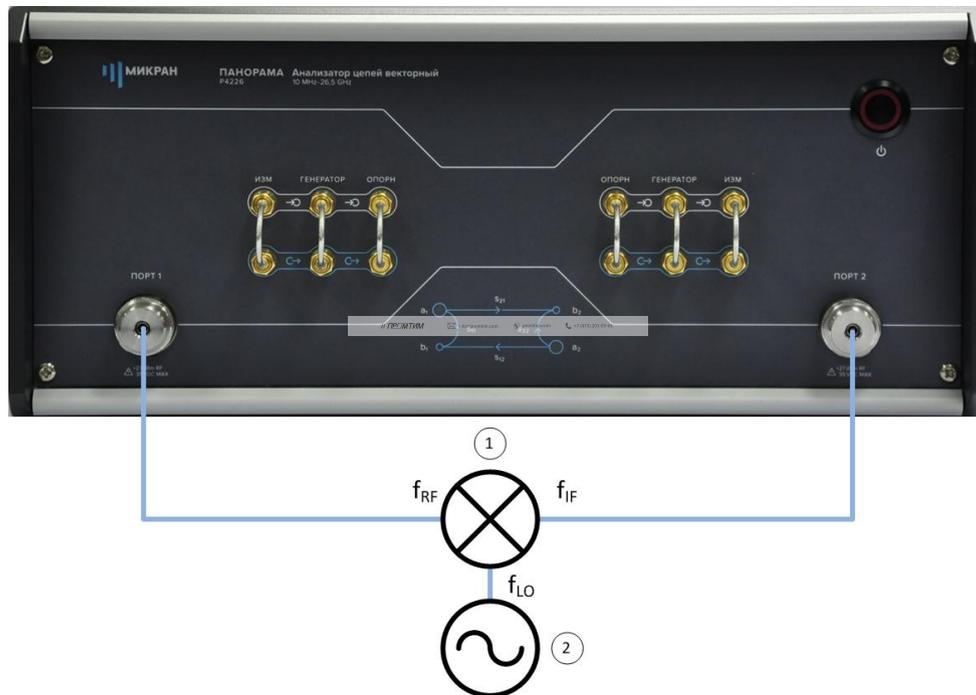

Рис. 17. Схема измерения смесителя «MD621» со скалярной калибровкой:
Для измерения параметров смесителя будем использовать схему, приведенную на рис. 17.
- Собрать измерительную схему, изображенную на рис. 17;